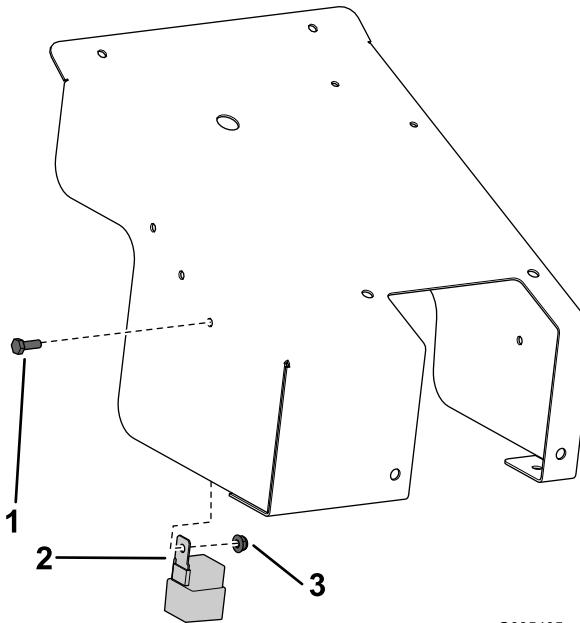

Figura 8
6. Montate il relè all'interno del coperchio con un bullone ($\frac{1}{4}''$ x $\frac{3}{4}''$) e un dado ($\frac{1}{4}''$) come illustrato nella Figura 8.